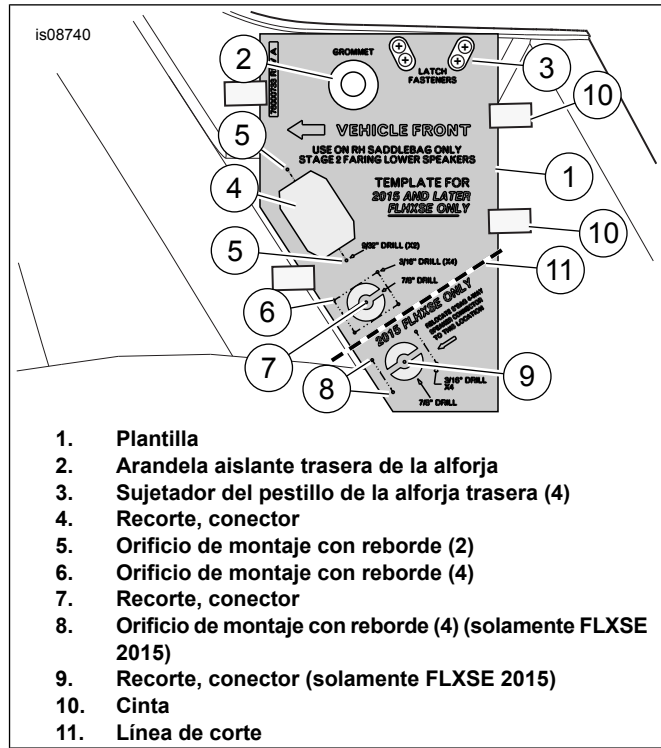
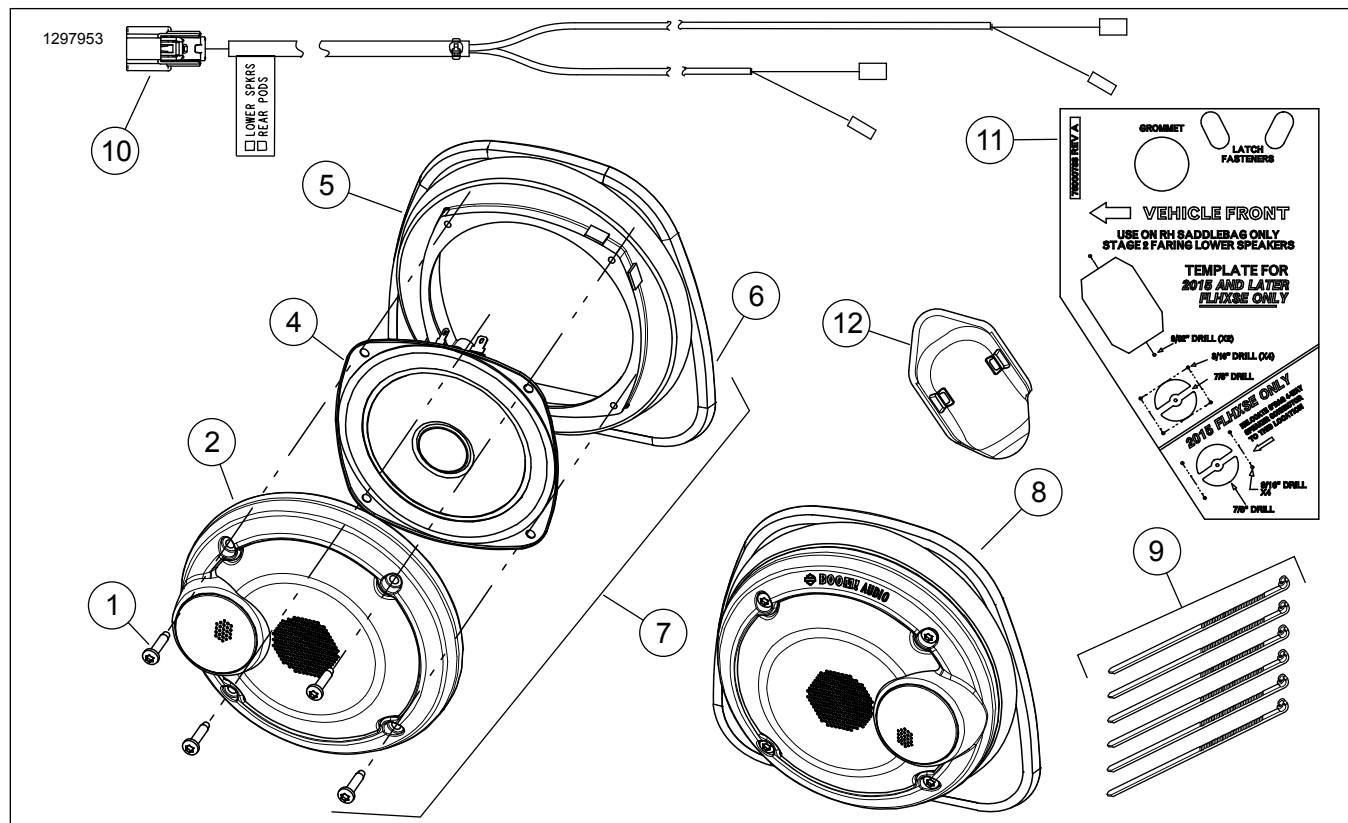

Figura 3. Recorte de la alforja derecha e instalación del arnés de instalación
Figura 4. Piezas de servicio, altavoces del fuselaje inferior
Consulte Figura 4 y Tabla 1.
1. Vea Figura 4 . **Stage I:** pase los cables del terminal pequeño en el arnés de cables (10) hacia el fuselaje inferior. **Phase II:** no se utiliza el arnés de cables (10). Deseche el arnés de cables. Pase el arnés de cables lateral del vehículo según las instrucciones en el kit de instalación del amplificador. **NO** perforo ningún orificio en el fuselaje inferior.
Conecte [313] al arnés de cables (10). Vea Figura 4 . Continúe a la sección FINALIZACIÓN.
1. Vea Figura 3 . Utilice la plantilla (1) para cortar las aberturas en la alforja para el conector con rebordes de 18 vías del amplificador del **fuselaje inferior** [289-1].
- b. Coloque la plantilla en la alforja. Alinee la arandela aislante (2) y las aberturas del sujetador (3) del pestillo. Use cinta (10) para asegurar la plantilla en su lugar.
- d. Trace el contorno del corte (4) en la alforja. Trace el contorno del corte (7) en la alforja. Trace el contorno del corte (9) en la alforja.
- e. Perfore dos orificios de 9/32 pulg. (5) para las ubicaciones de montaje con reborde del conector. Perfore cinco orificios de 3/16 pulg. (6) para las ubicaciones de montaje con reborde del conector. Perfore cinco orificios de 3/16 pulg. (8) para las ubicaciones de montaje con reborde del conector.
- f. Quite la plantilla. Use una sierra de aire o herramienta similar para cortar el recorte del conector (4). Verifique el tamaño de la abertura (4) con el conector con reborde de 18 vías [289-1A] en el arnés de cables de la alforja (ver Figura 4 , artículo 7). Dele forma al orificio como se muestra en la plantilla si es necesario para un ajuste adecuado.
- a. Corte la parte inferior de la plantilla a lo largo de la línea de corte (11). Deseche la parte inferior de la plantilla.
- c. Coloque la plantilla en la alforja. Alinee la arandela aislante (2) y las aberturas del sujetador (3) del pestillo. Use cinta (10) para asegurar la plantilla en su lugar.
- e. Trace el contorno del corte (4) en la alforja. Trace el contorno del corte (7) en la alforja.
- f. Perfore dos orificios de 9/32 pulg. (5) para las ubicaciones de montaje con reborde del conector. Perfore cinco orificios de 3/16 pulg. (6) para las ubicaciones de montaje con reborde del conector.
- g. Quite la plantilla. Use una sierra de aire o herramienta similar para cortar el recorte del conector (4). Verifique el tamaño de la abertura (4) con el conector con reborde de 18 vías [289-1A] en el arnés de cables de la alforja (ver Figura 4 , artículo 7). Dele forma al orificio como se muestra en la plantilla si es necesario para un ajuste adecuado.
- h. Después de instalar el conector de 18 vías [289-1]: Instale la tapa del conector (12) sobre el mismo al presionarla en su lugar. Asegure los manojos de cables dentro de la bolsa utilizando correas de cables y bases adhesivas que se proporcionan con el kit de instalación del amplificador. Complete la instalación del amplificador Stage II según las instrucciones en ese kit.
Vea Figura 3 , artículos 6 y 7.